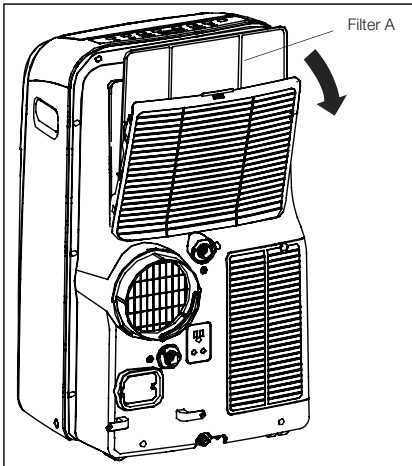
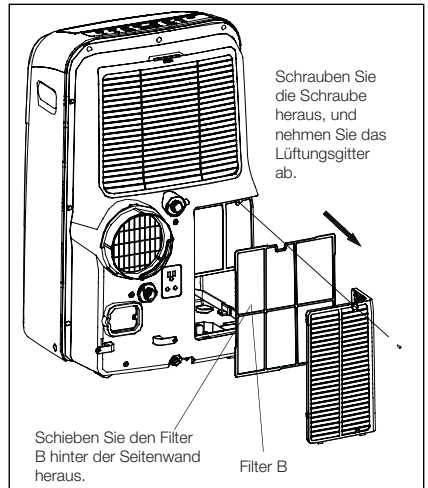

Abb. 27
Abb. 28
- Das Gerät ist mit zwei Filtern A und B ausgestattet. Drücken Sie auf die Verriegelungslasche des oberen Lüftungsgitters, und nehmen Sie den Filter A heraus, der sich hinter dem Lüftungsgitter befindet (Abb. 27). Schrauben Sie zum Herausnehmen des unteren Luftfilters B die entsprechende Schraube des unteren Lüftungsgitters heraus. Nehmen Sie das Lüftungsgitter ab, und nehmen Sie den Luftfilter B heraus, wie in Abb. 28 dargestellt.